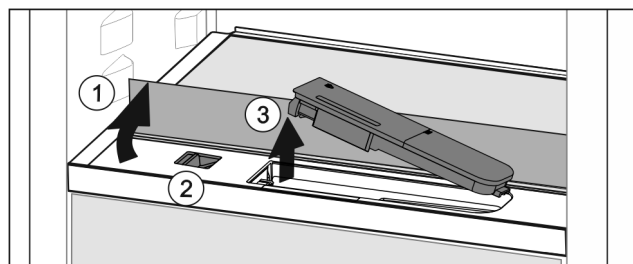

Fig. 45
- ▶ Podnieść płytę szklaną i złożyć ją z powrotem, aż do oporu Fig. 45 (1).
- ▶ Przesunąć suwak Fig. 45 (2) w lewo.
- ▶ Wyjmowanie zbiornika wody Fig. 45 (3).